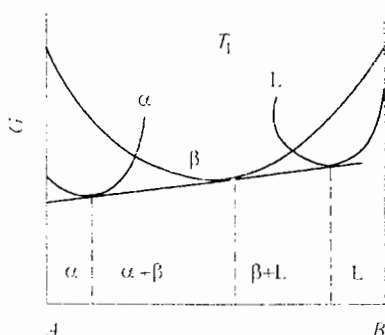

图 19-4 第二题第 7 小题
(1) 相图中三条水平线的反应式 (温度由高到低): 包晶反应: $L + \alpha \rightarrow \beta$, 共析反应 $\beta \rightarrow \alpha + \gamma$, 共析反应 $\gamma \rightarrow \alpha + \delta$; T_1 温度下的成分-自由能曲线示意图如图 19-4 所示。